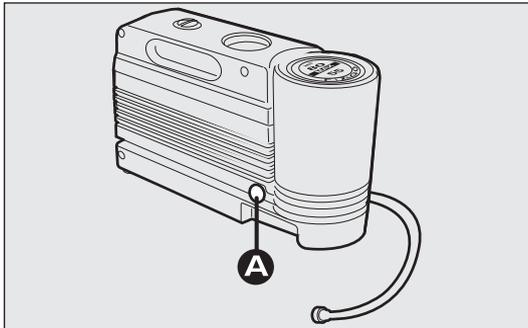

Abb. 172
- Die Taste A – Abb. 172 drücken, um die Austauschdose frei zu geben;